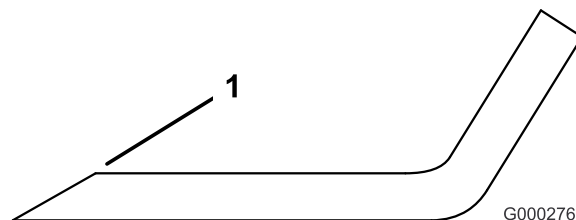

Figure 89
3. Examinez les tranchants de toutes les lames et aiguisiez-les s'ils sont émoussés ou ébréchés. N'aiguissez que le haut du tranchant et conservez l'angle de coupe d'origine pour obtenir une coupe nette (Figure 89). Limez la même quantité de métal sur chacun des deux tranchants pour ne pas déséquilibrer la lame.